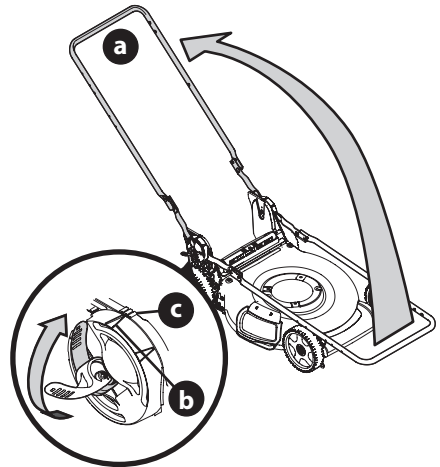

Figure 9
5. Assurez-vous que la tondeuse est stable, puis relevez la partie supérieure (a). Voir Figure 9. Veillez à ne pas pincer le câble de la commande de la lame lorsque vous relevez le guidon.
6. Lorsque vous relevez la partie supérieure du guidon, assurez-vous que l'indicateur (b) est aligné avec une des trois positions (c). Voir l'encadré de la Figure 9.
7. Relevez les deux leviers de réglage pour les verrouiller. Voir l'encadré de la Figure 9.